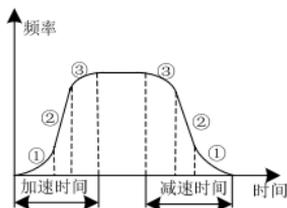

图6-4 S曲线加减速
S曲线起始段时间如图6-4中①所示，这里输出频率变化的斜率从0逐渐递增。
S曲线上升段时间如图6-4中②所示，这里输出频率变化的斜率恒定。
S曲线结束段时间如图6-4中③所示，这里输出频率变化的斜率逐渐递减到0。